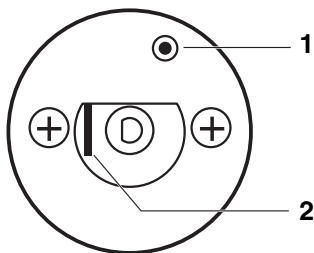

Abb. 3 Sicherheitstemperaturbegrenzer auslösen
- Hebel oder Taste (je nach Reglertyp) mit Schraubendreher o. Ä. nach hinten drücken und so lange gedrückt halten, bis der Sicherheitstemperaturbegrenzer auslöst (Abb. 3).